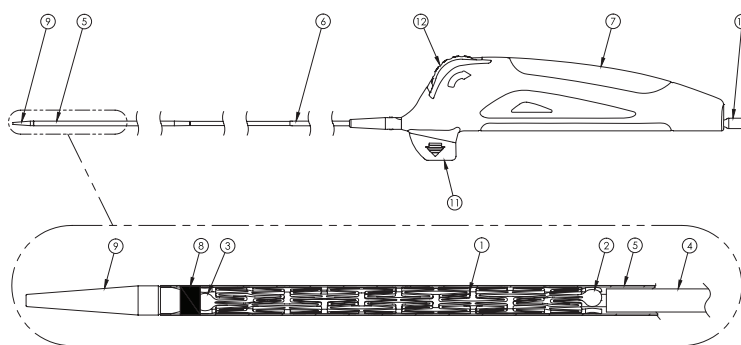

Figura 1. Stent autoespandibile venoso Abre™
- Lo stent autoespandibile Abre™, illustrato nella Figura 1, è ricavato da un tubo in lega di nichel-titanio (Nitinol) e presenta una conformazione reticolare a celle aperte (1), con marker integrati in Nitinol all'estremità posteriore (2) e anteriore (3) dello stent. Una volta rilasciato in posizione, lo stent Abre esercita una forza verso l'esterno per ripristinare la pervietà del vaso.
- Il sistema di rilascio Abre™, illustrato nella Figura 1, è dotato di un'asta dal design triassiale, costituita da un gruppo asta interno (4), una guaina retrattile (di colore argento), 5), una guaina di isolamento (di colore azzurro), 6) e un'impugnatura ergonomica (7). Il gruppo asta interno termina con un catetere a punta flessibile (9) e ha origine dal raccordo luer (10). L'impugnatura di rilascio (7) è dotata di un perno di bloccaggio rimovibile (11), una rotella di comando (12) e un raccordo luer (10).
- I marker radiopachi alle estremità posteriore e anteriore dello stent servono da guida per il posizionamento dello stent Abre in corrispondenza della lesione target prima del rilascio. Sull'impugnatura di rilascio è presente un raccordo luer singolo. Una rotella di comando sull'impugnatura di rilascio consente di tirare indietro la guaina retrattile (di colore argento). Per azionare la rotella di comando è necessario rimuovere il perno di bloccaggio, che impedisce il rilascio dello stent prima dell'uso. Il rilascio dello stent Abre si considera completo quando il marker radiopaco (8) presente sulla guaina retrattile (di colore argento) oltrepassa i marker integrati in Nitinol sull'estremità posteriore dello stent. Una guaina di isolamento dal design esclusivo (di colore azzurro e collegata all'impugnatura di rilascio) consente un miglior controllo e una maggiore precisione durante il rilascio dello stent.